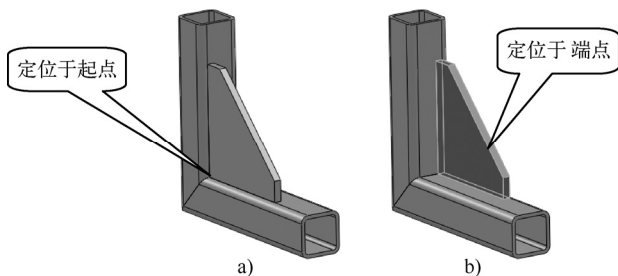

图 9-39 角撑板的位置
- “位置”卷展栏：用于设置角撑板在所选面上与边界的相对位置，如可设置“定位于起点”“定位于中点”“定位于端点”等，如图 9-39 所示。选中“等距”复选框，则可在其下面的“等距值”下拉列表框中设置角撑板距离某个边界的确切距离。